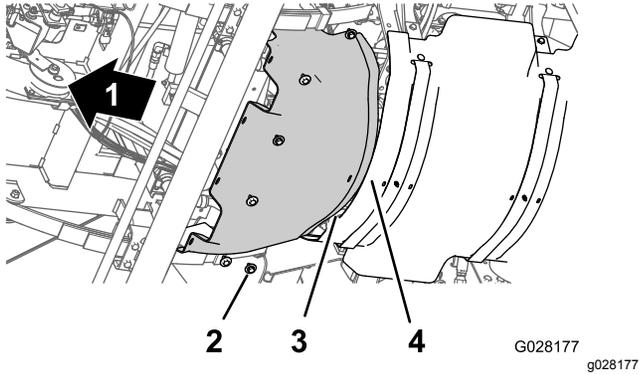

Figura 57
1. Alinee la brida trasera del protector térmico delantero sobre la brida delantera del protector térmico trasero (Figura 57).
2. Alinee los taladros del protector térmico delantero con los taladros roscados del chasis (Figura 57).
3. Monte el protector térmico delantero en la máquina con los seis pernos de cabeza hexagonal y las seis arandelas (Figura 57) que retiró en el paso 3 de Retirada del protector térmico delantero (página 52).